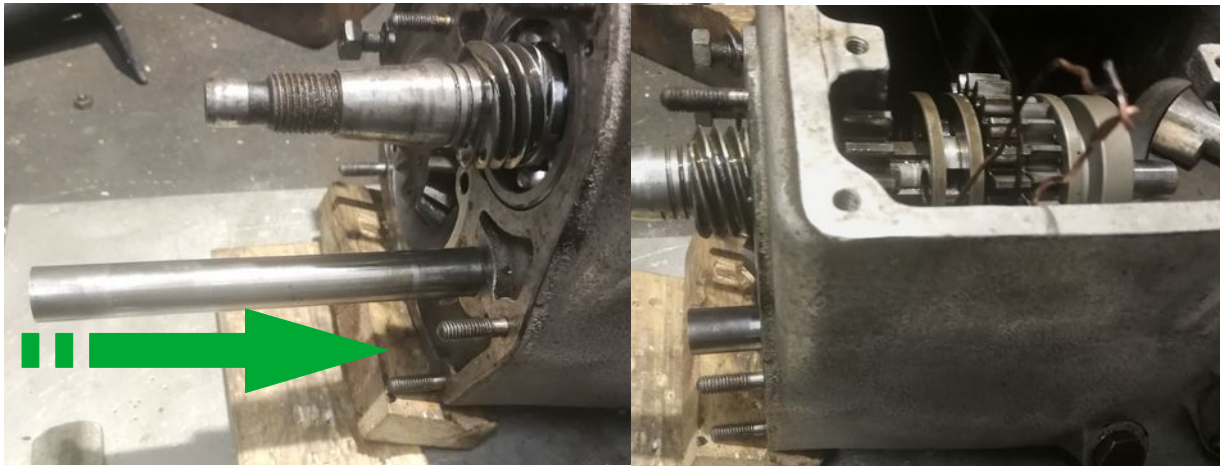

Abbildung 36: Nebenwellenachse von hinten einsetzen
- Getriebegehäuse im vorderen Bereich der Nebenwellenachse gleichmäßig erwärmen und die Achse von hinten in das Getriebegehäuse einschieben, bis die Steckachse hinten bündig zum Getriebegehäuse ist (siehe Abb. 36)